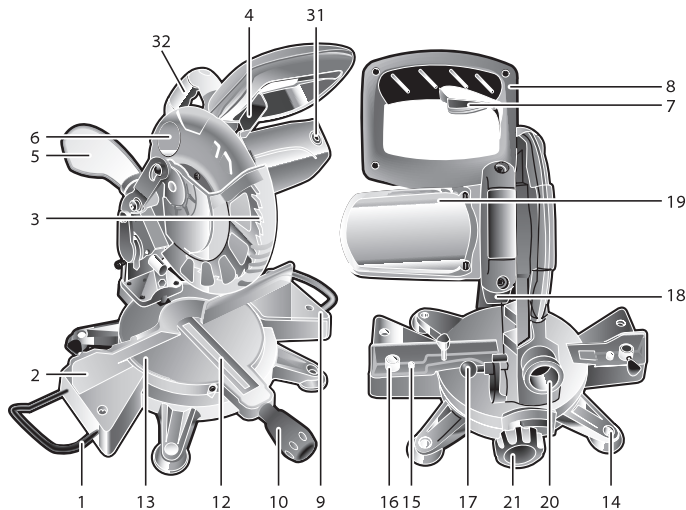

Рис. 1
ВНЕШНИЙ ВИД ТОРЦОВОЧНОЙ ПИЛЫ (Рис. 1)
- а)** отжав рычаг (4) (Рис. 1), вручную поднимите кожух;